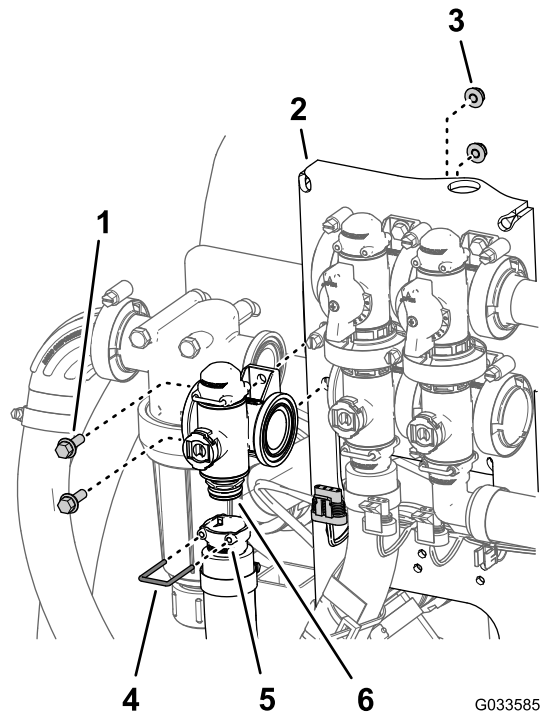

Figura 99
2. Retire la horquilla de retención que sujeta el conector de salida al conector del distribuidor de la válvula de control de caudal (Figura 99).
3. Retire los 2 pernos con arandela prensada ($\frac{1}{4}$ " x $\frac{3}{4}$ ") y las 2 tuercas con arandela prensada ($\frac{1}{4}$ ") que sujetan la válvula de control de caudal al soporte de la válvula, y retire el distribuidor de la válvula de la máquina (Figura 99).